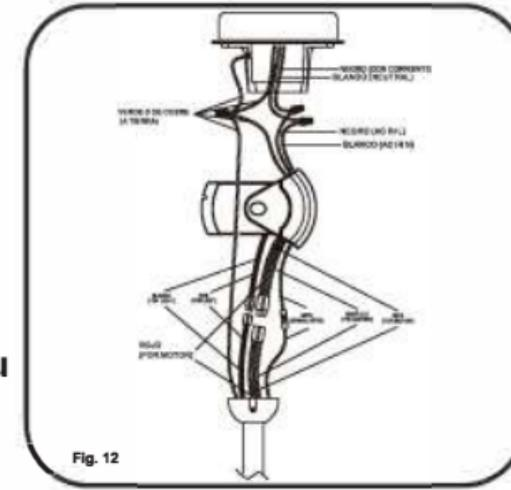

Fig. 12
**Paso 1.** Conexiones eléctricas de los cables de suministro del receptor a la casa: conecte el cable BLANCO (neutro) de la caja de distribución al cable BLANCO marcado 'AC in N' del receptor. Conecte el cable NEGRO (corriente) de la caja de distribución al cable NEGRO marcado 'AC in L' del receptor. Fije todas las conexiones con las tuercas de plástico incluidas. (Fig. 12)
**Paso 2.** Si su caja de distribución tiene un cable a TIERRA (verde o cobre pelado) conecte este cable a los cables de Tierra de la esfera de suspensión y el soporte de suspensión. Si su caja de distribución no tiene un cable a tierra, una los cables de la esfera de suspensión y del soporte de suspensión de tierra. Alambre de conexión segura con el conector de cable de plástico suministrada. ( Fig.12 )